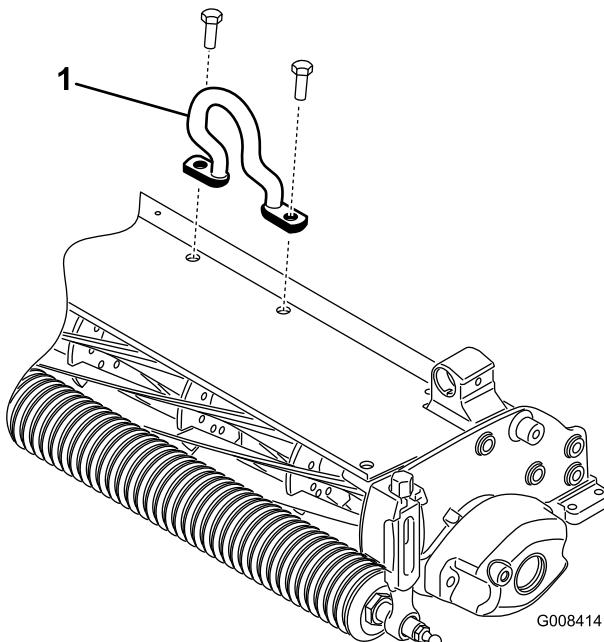

図 12
2. M10-1.5 ボルト (2 本) を使用して、カッティングユニット上部にオフセット・リフト・フック (図 12) を取り付ける。各ボルトを 3.46～4.15 kg.m にトルク締めする。(34-40 Nm). オフセット・リフト・フックは、フックを前に向けて取り付ける。